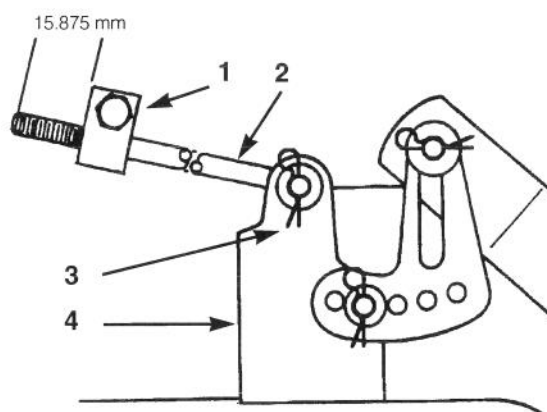

Figure 51
6. Mesurer la portion de tige dépassant du bloc de réglage de chaque côté du châssis (Fig. 51). Si la longueur de la tige n'est pas égale à 15,875 mm, déposer la goupille et la rondelle à l'extrémité de la tige (Fig. 51) et tourner la tige jusqu'à ce que cette dimension soit obtenue. Insérer ensuite l'extrémité de la tige dans le trou du support de la tondeuse et la fixer au moyen de la rondelle et de